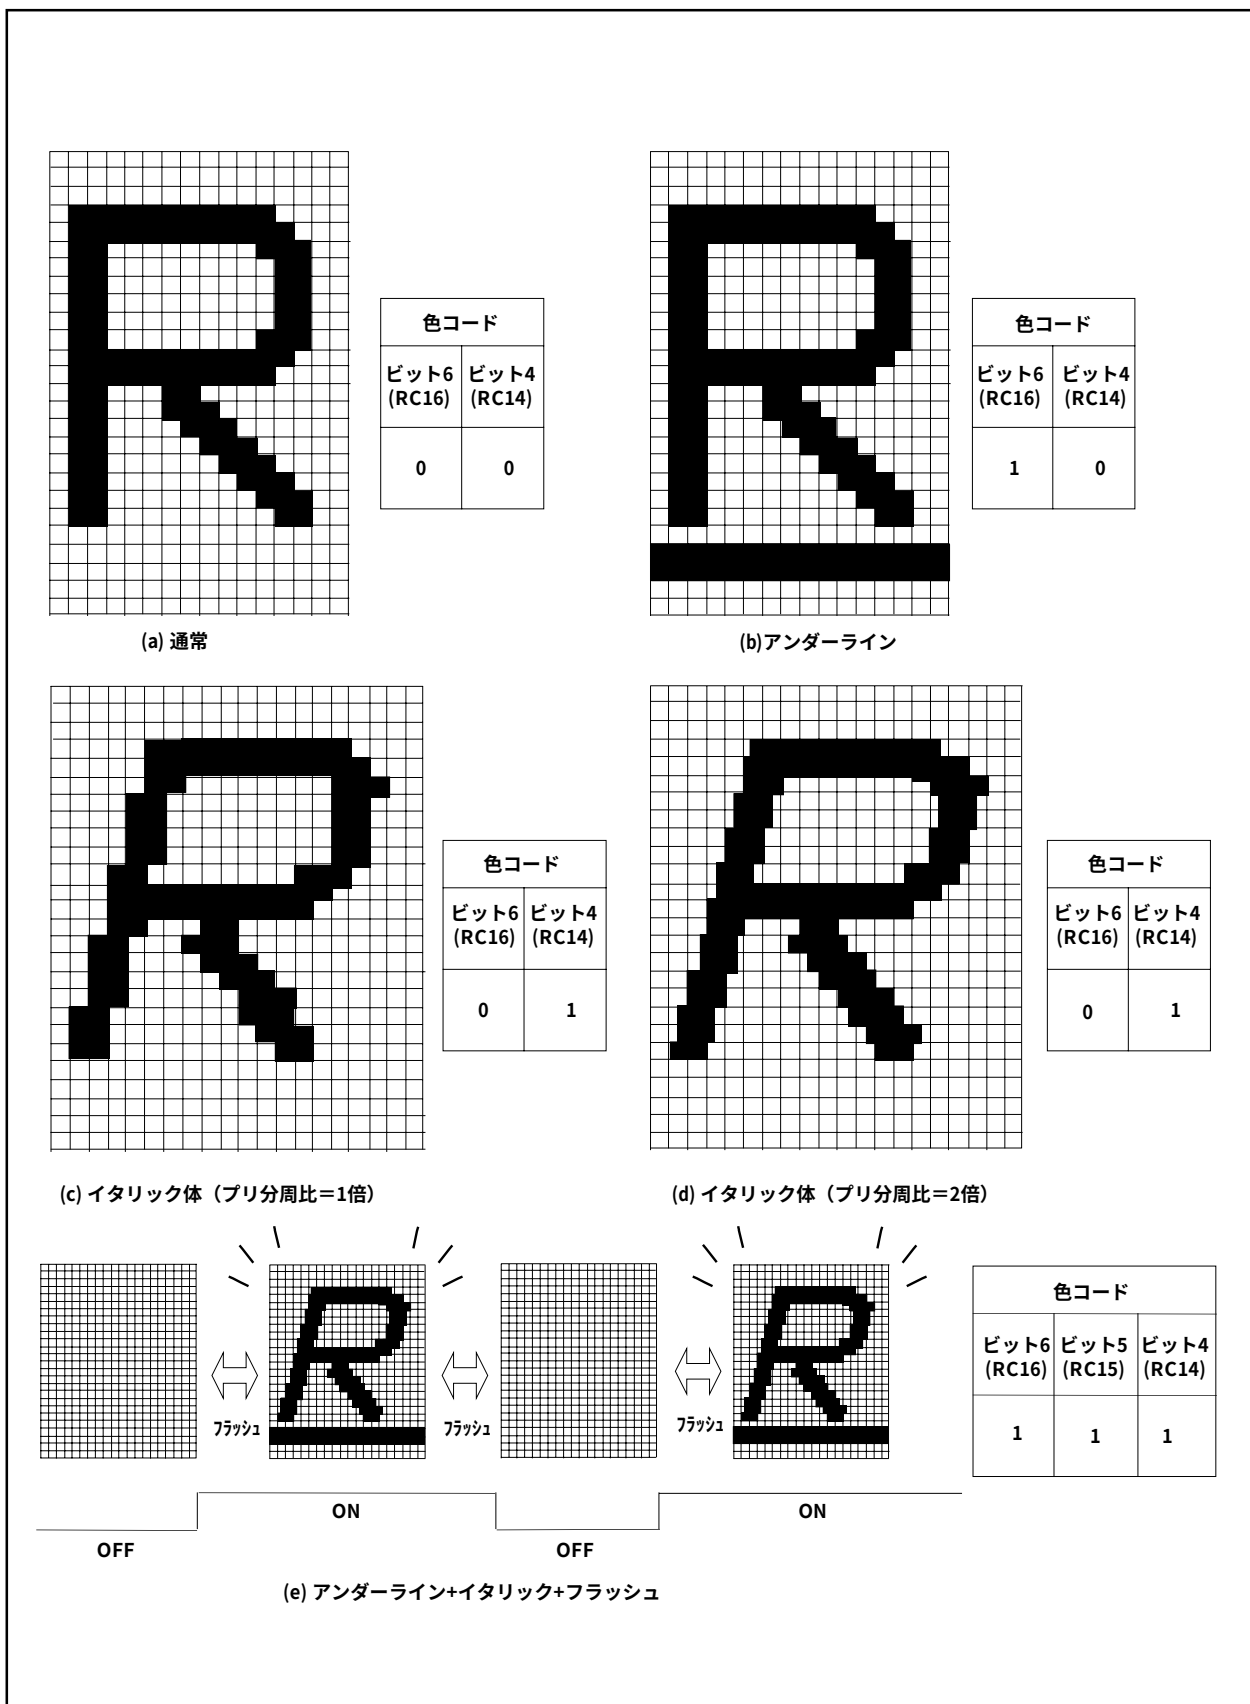

図2.16.32 アトリビュート表示例 (CCモード時)
4. プリ分周比=1倍の場合は1ドット×5段階の傾斜をもつイタリック体、プリ分周比=2倍の場合は1/2ドット×10段階の傾斜をもつイタリック体となります（図2.16.32 (c), (d)参照）。ただし、プリ分周比=1倍でイタリック表示する場合、OSDクロック周波数を11～14MHzにしてください。